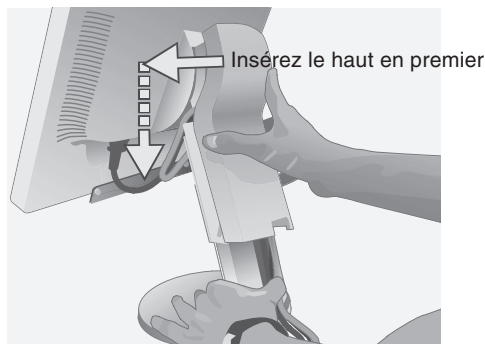
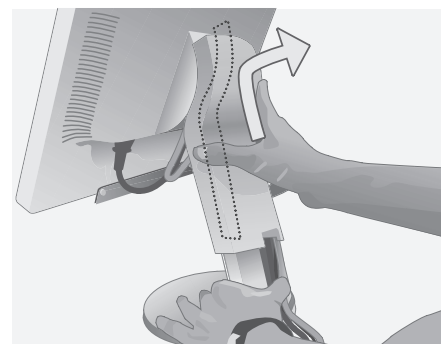

Figure D.1
Figure D.2
9. Maintenez fermement les câbles et placez le cache-câble sur le support (**Figure D.1**). Pour retirer le cache-câble, soulevez le couvercle comme indiqué sur la **Figure D.2**.